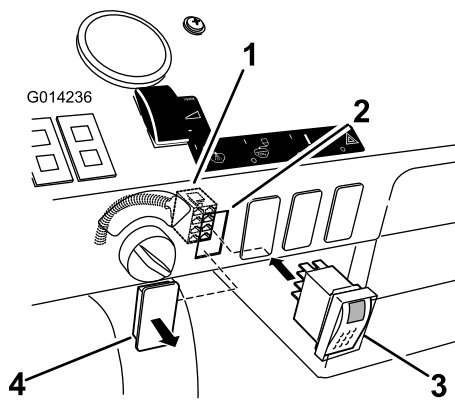

Bild 30
1. Ermitteln Sie die Blende für den Spülbehälterschalter am Armaturenbrett (Bild 30).
2. Nehmen Sie die Abdeckung vom Armaturenbrett ab (Bild 30).
5. Schließen Sie den Schalter durch das Armaturenbrett an den Anschluss (Bild 30) an.